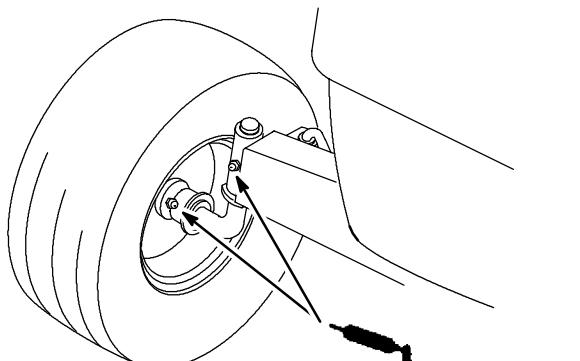

Figure 21
1. Graissez les roues avant et les fusées de direction jusqu'à ce que la graisse commence à suinter hors des roulements (Fig. 21).